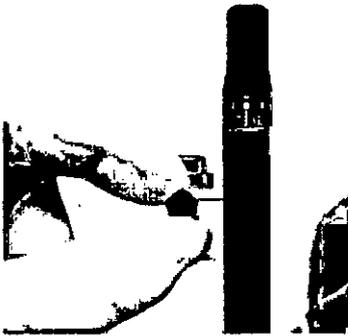

Figura 36
8. Asegure el transportador del electrodo. (Ver Figura 36)